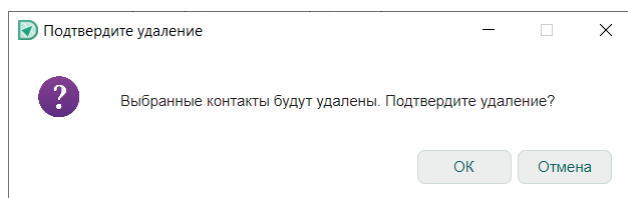

Рис. 260 Окно «Подтвердите удаление»
3. В окне «Подтвердите удаление» нажмите «ОК» для завершения операции удаления или нажмите «Отмена» для отмены операции, см. Рис. 260.